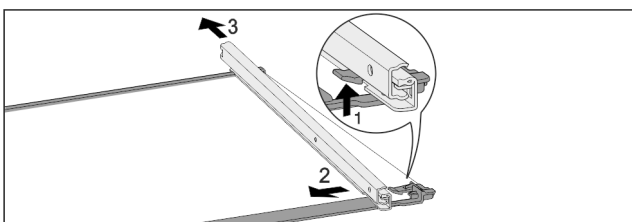

Fig. 120 Скляна пластина з рейками
- ▶ Натиснути передній гачок-фіксатор вгору. Fig. 120 (1)
- ▶ Виштовхніть виїзну рейку в сторону Fig. 120 (2) та назад Fig. 120 (3).